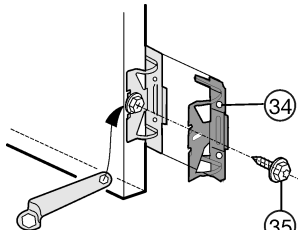

Fig. 12
- ▶ Atornille la escuadra de fijación Fig. 12 (34) con el tornillo de cabeza hexagonal Fig. 12 (35) en los agujeros pretaladrados de la puerta del aparato.